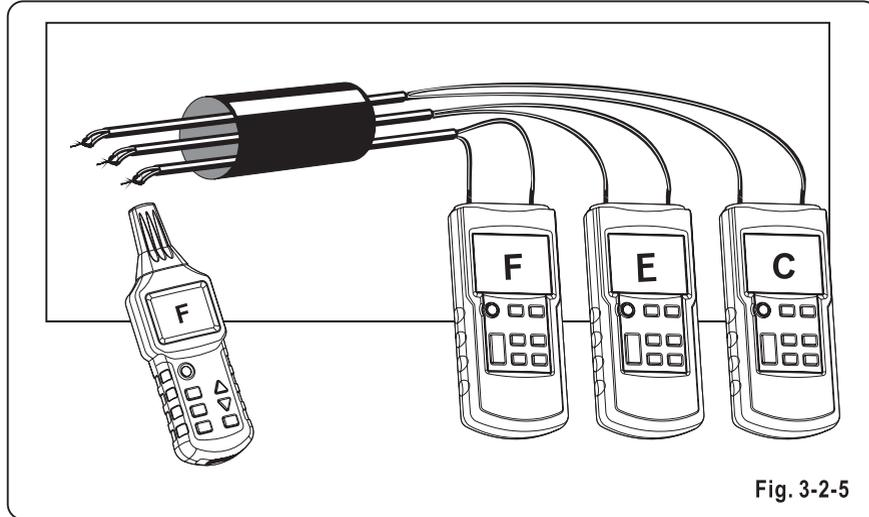

Fig. 3-2-5
- > Brancher le transmetteur comme illustré à la Fig. 3-2-5;